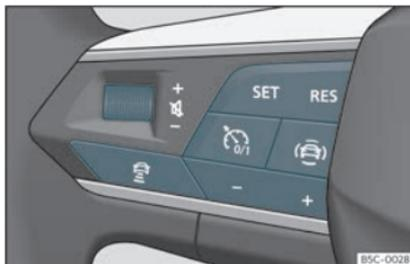

Fig. 161 Sur le volant multifonction : touches de manipulation de l'ACC
Votre véhicule dispose d'ACC s'il dispose du menu de configuration dans le système d'infodivertissement»» page 96, et s'il dispose des boutons de la fonction ACC sur le volant multifonction»» fig. 161
- Pour commencer le réglage, appuyez sur le bouton **SET** >>> **fig. 161**.
Pour programmer la vitesse, appuyez sur les boutons + ou - >>> **fig. 161** jusqu'à la vitesse
- Appuyez sur le bouton  puis sur le bouton + ou - >>> **fig. 161**.